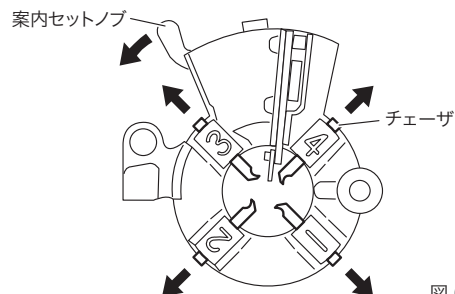

図 6
a. チェーザの取外し方 (図 6)
- ①ダイヘッドをオープン (切上レバーがブロック溝から外れ、チェーザが開いた状態) にしてください。
- ②位置決めノッチを位置決めピンから外し案内セットノブを図 6 の矢印の方向へいっぱいに引きますと、3 番、4 番のチェーザが取り外れます。
- ③ダイヘッドを起こすと 1 番と 2 番のチェーザが取り外れます。